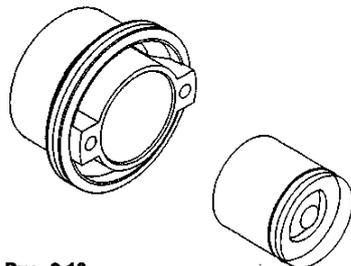

Рис. 2.13
**7) Автоматический байпас в контуре отопления (рис. 2.13):** состоит из байпасного клапана (похожего на обратный клапан, который стоит на входе первичного контура вторичного теплообменника) и гнезда для него. Пружина рассчитана на 530 г. При использовании высоконапорного насоса байпас следует заменить на другой, с более сильной пружиной.